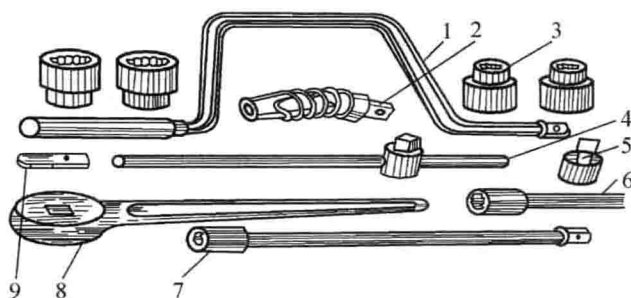

图 1-6 套筒扳手
(3) 套筒扳手(图 1-6)。套筒扳手的内孔形状与梅花扳手相同,也是正六边形,按其闭口尺寸大小也分 8mm、10mm、12mm、14mm、17mm、19mm 等规格,通常也是成套装备,并且配有手柄、棘轮手柄、快速摇柄、接头和接杆等,以方便操作和提高效率。